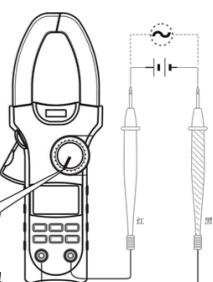

图 3
**八、测量操作说明****1. 交直流电压测量V $\approx$ （见图3）**